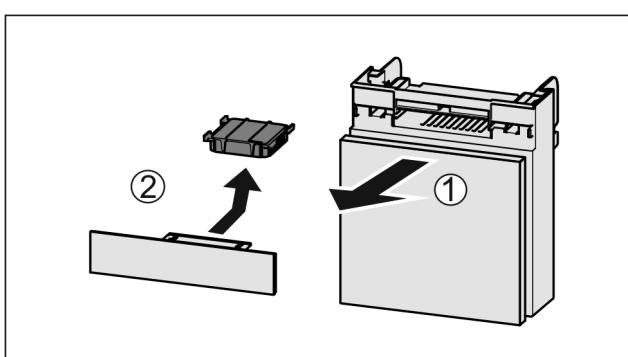

Fig. 122
- Extraire le compartiment par l'avant Fig. 122 (1).
- Sortir le filtre à charbon actif Fig. 122 (2).